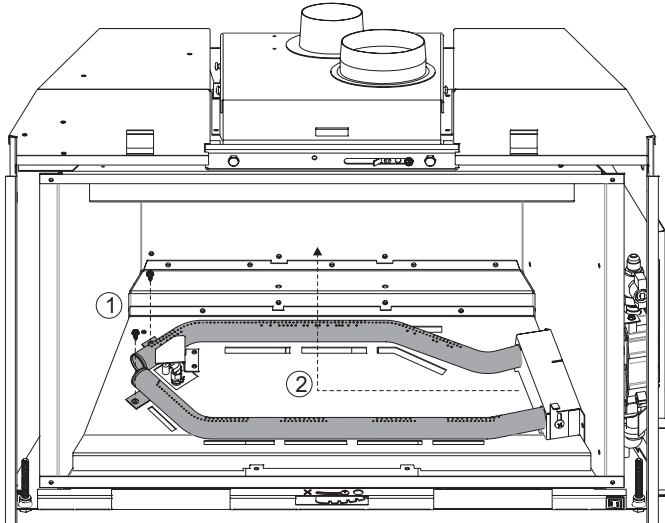

Figure 2
3. Déposer les brûleurs avant et arrière en retirant les vis à gauche et en tirant vers le côté gauche. Voir Figure 2.